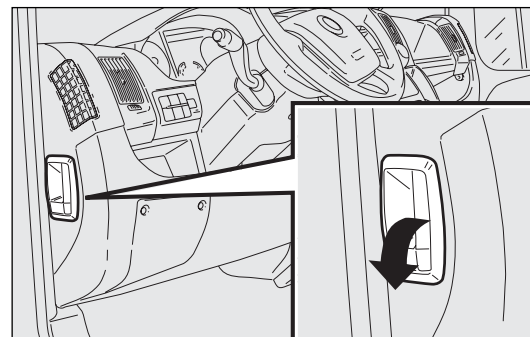

fig. 129
- tirer la manette fig. 129 dans le sens indiqué par la flèche;